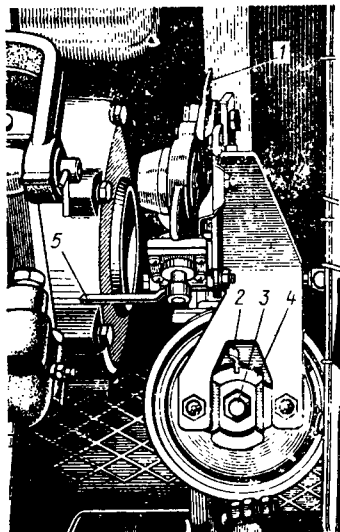

Рис. 107. Соединительная головка и пневмопереходник:
2. Откройте крышку 1 (рис. 107) соединительной головки.